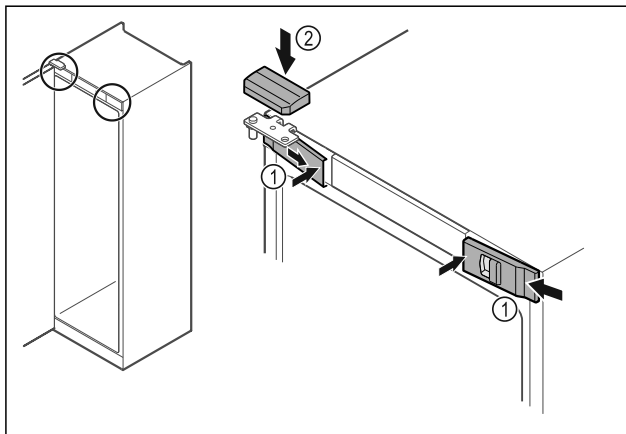

Fig. 47
- Accrocher les caches avant Fig. 47 (1) par les côtés et les enclencher en appuyant sur l'intérieur.
- Insérer le cache supérieur Fig. 47 (2) par le haut.